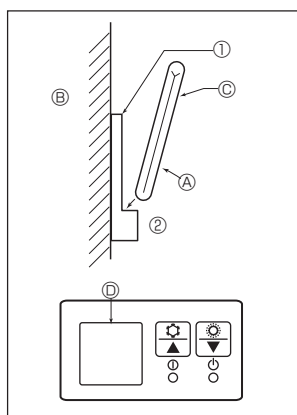

Fig. 6-4
2) Метод установлення (Fig. 6-4)